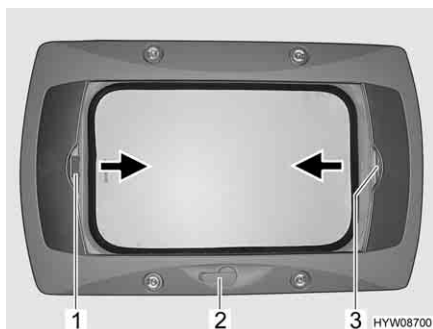

Fig. 68 Oblò a manovella
- Ruotare la manovella (Fig. 68,2) fino a quando non si incontra resistenza.
- Tirare la tendina oscurante pieghevole per la maniglia (Fig. 68,3) nella direzione della freccia fino alla posizione desiderata e rilasciare. La tendina oscurante pieghevole rimane in questa posizione.
- Tirare la zanzariera a rullo per la maniglia (Fig. 68,1) nella direzione della freccia verso la maniglia contrapposta della tendina oscurante pieghevole (Fig. 68,3) e farla innestare.
- Tirare la maniglia della zanzariera a rullo (Fig. 68,1) dietro, verso l'alto, e sganciare la zanzariera a rullo dalla tendina oscurante pieghevole (Fig. 68,3).